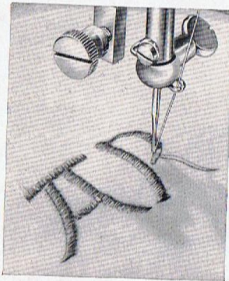

Abbildung 41
3. Monogrammstickereien (Abb. 41)